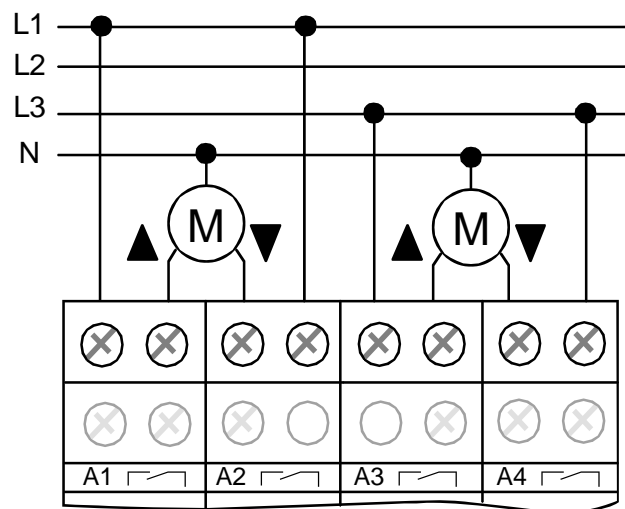

Bild 3: Elektrischer Anschluss für 230 V-Antriebsmotoren im Jalousiebetrieb
- Antriebsmotoren gemäß dem folgenden Anschlussbeispiel (siehe Bild 3) anschließen.